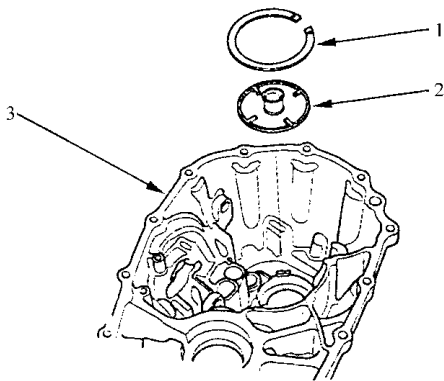

图 4-105 拆卸调整垫片
- 1) 如图 4-105 所示，从变速器壳上，拆卸下 72mm 调整垫片和机油导板。